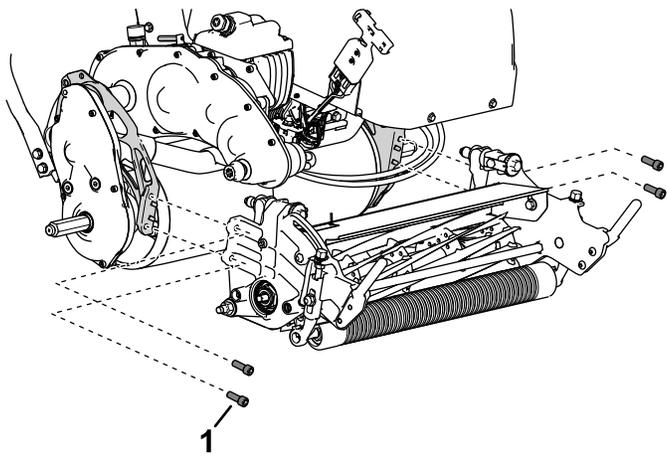

Figura 35
4. Retire los tornillos allen que fijan la unidad de corte al bastidor (Figura 35).